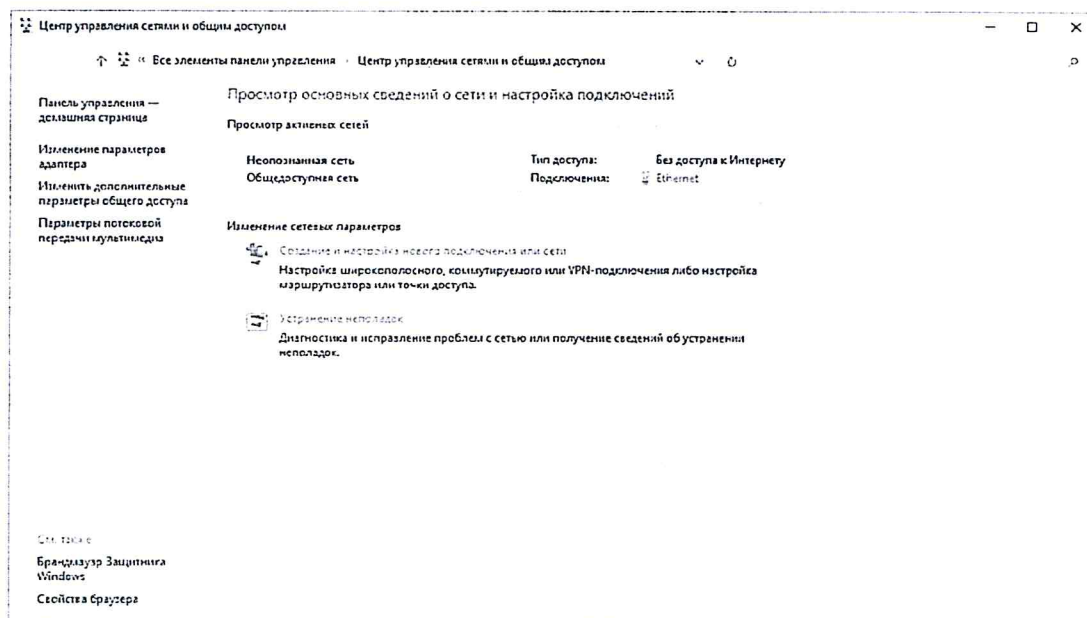

Рисунок 4 – Окно «Центр управления сетями и общим доступом»
– после нажатия на соответствующий пункт откроется окно «Центр управления сетями и общим доступом» (рисунок 4).
– после нажатия на соответствующий пункт откроется окно «Центр управления сетями и общим доступом» (см. рисунок 4).